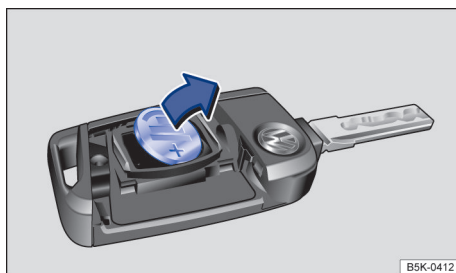

图 44 汽车钥匙：取出旧电池
- 用一合适的扁平器具从电池盒里撬出电池⇒图 44。
- 安放新电池，然后沿⇒图 44 箭头相反方向将其推入电池盒内⇒①。